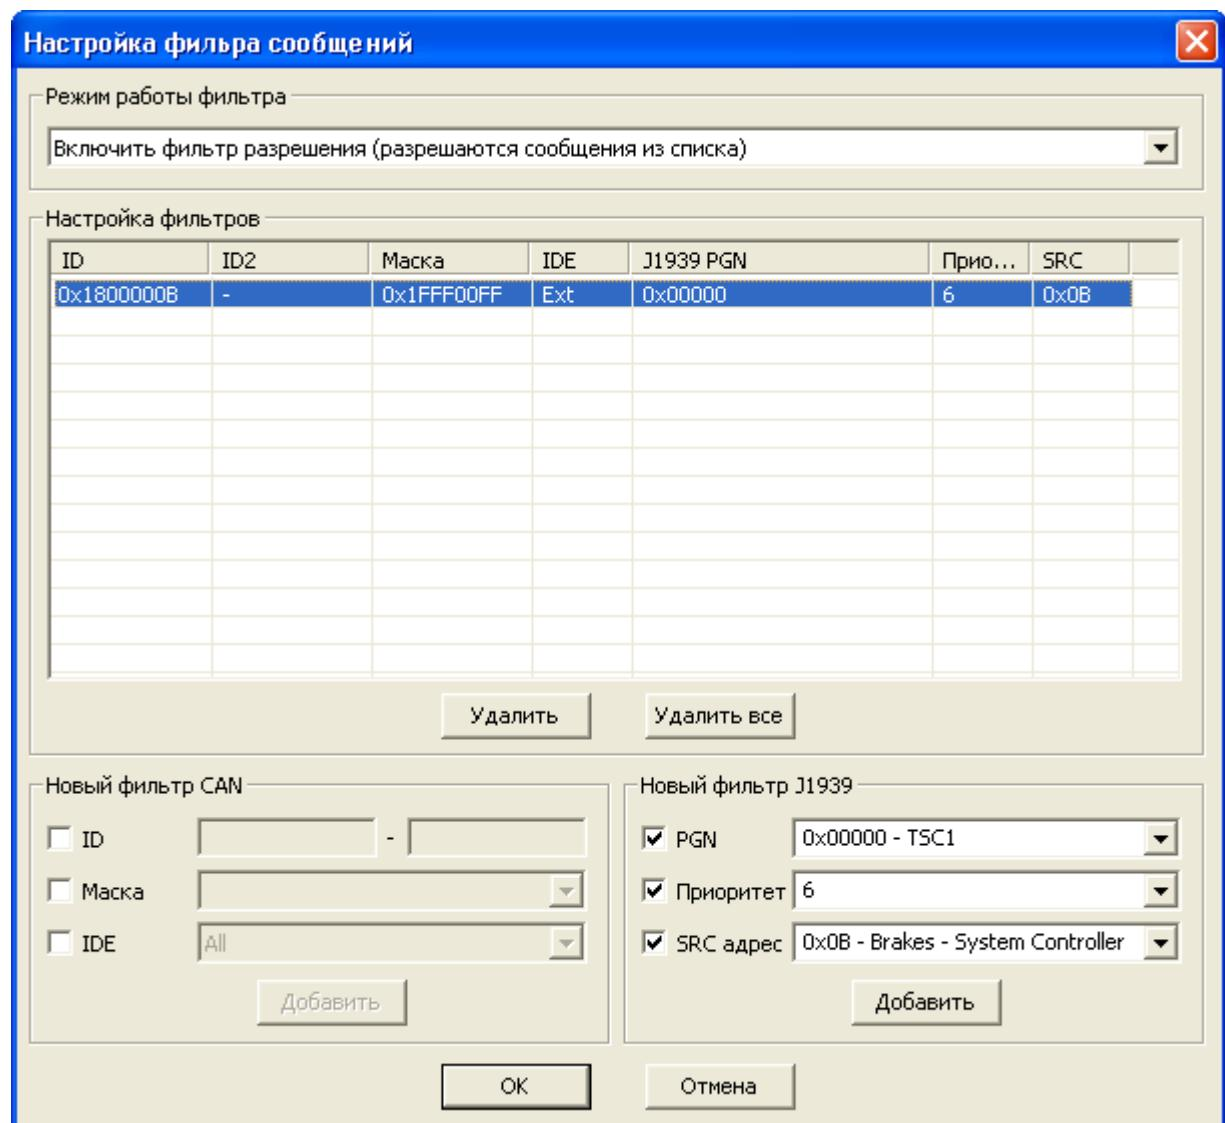

Рис. 5.3.
5.3. Диалог «Настройка фильтрации сообщений» (рис. 5.3) предназначен для настройки фильтра принимаемых сообщений в сети CAN.